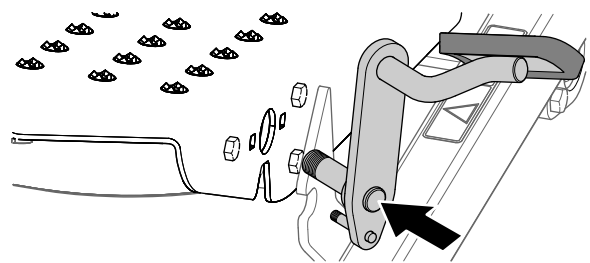

図 11
8. ロッキングペダルを、左フットレストとピボットブラケットの穴に合わせる図 11。